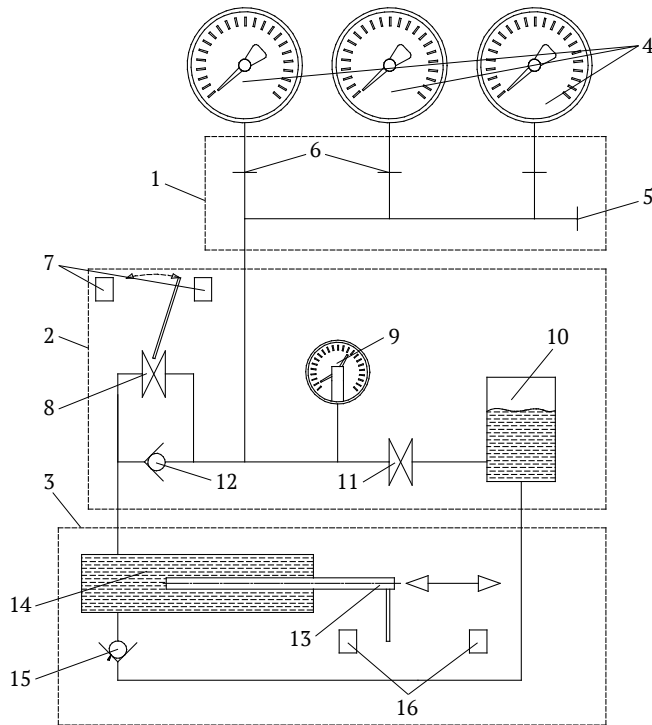

Рис. 6. Гидравлическая схема ГСКА:
4.11 Режим регулирования (определяется положением рукоятки 3 пульта управления). Данный режим используется для точного регулирования давления. При этом происходит шунтирование выпускного клапана системы, что приводит к изменению гидравлической схемы (Рис. 6).